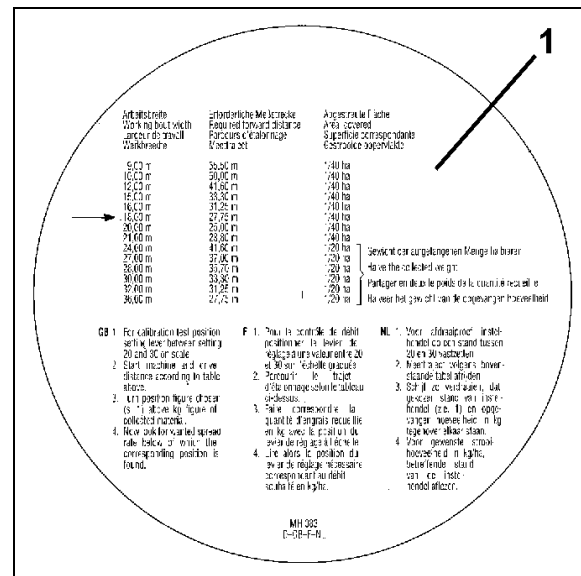

Fig. 59
3. Aus Rückseite Rechenscheibe (Fig. 59/1) für die gewünschte Arbeitsbreite **18 m** die erforderliche Messstrecke **27,75 m** für **1/40 ha** abgestreute Fläche entnehmen.